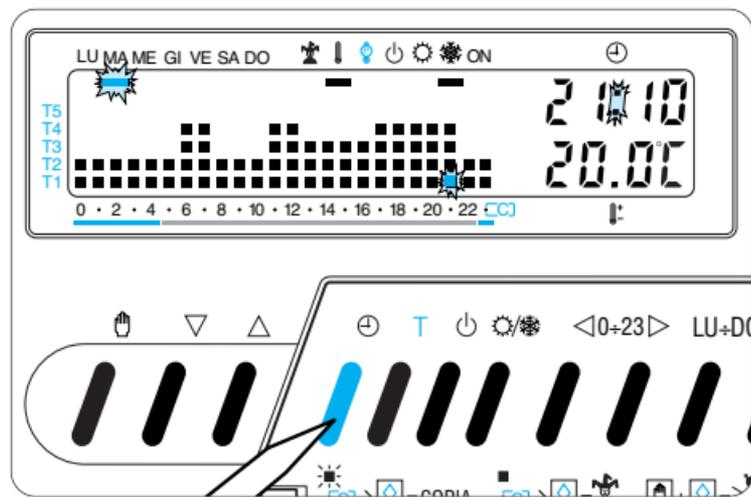

Fig. 24
**5.7** - Premere il pulsante  $\text{⌚}$  per terminare la procedura di impostazione ora e giorno (fig. 24). I due punti fra ore e minuti lampeggeranno confermando la conclusione dell'operazione.